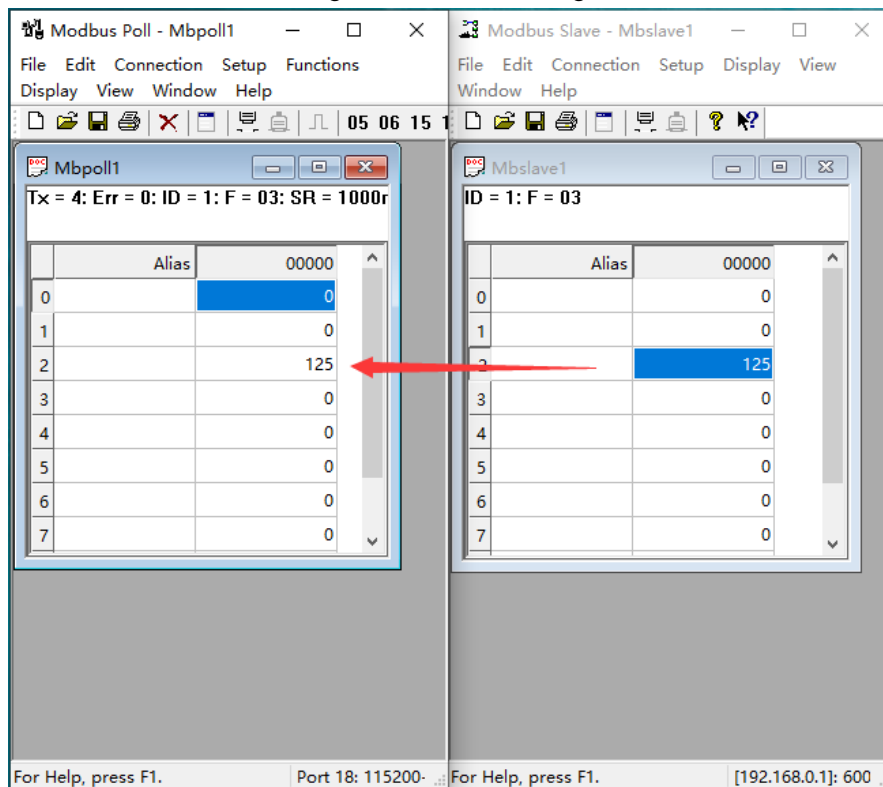

Abbildung 6-34 MODBUS-Kommunikationstest
(7) Klicken Sie auf "Verbindung", um die Verbindung herzustellen, wie in Abbildung 6-34 dargestellt.